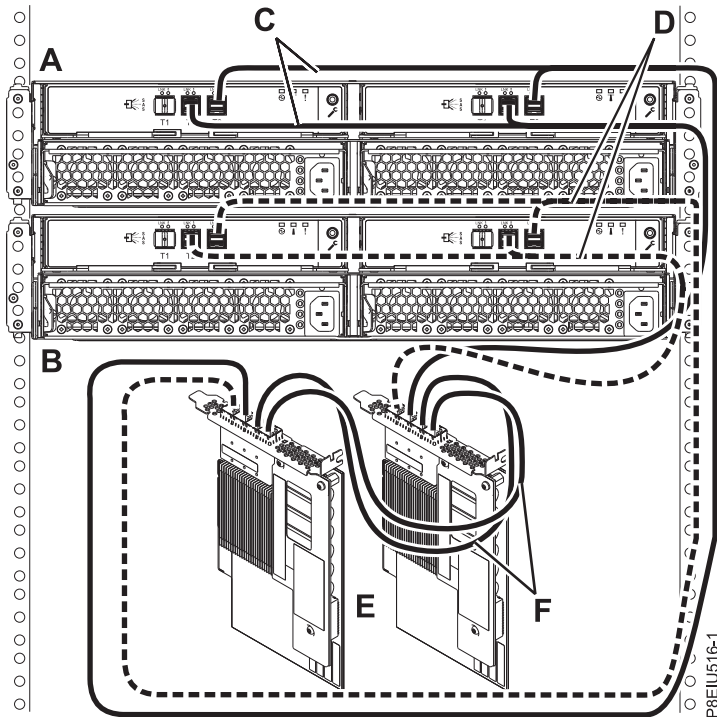

Abbildung 17. Modus 1-Anschluss von zwei ESLL- und ESLS-Speichereinheiten mit YO12-Kabeln an ein SAS-Adapterpaar (FC EJ0L oder FC EJ14) mit AA-Kabeln
17. Schließen Sie zwei Gehäuse im Modus 1 (**A und B**) mit YO12-Kabeln (**C und D**) an ein SAS-Adapterpaar (FC EJ0L oder FC EJ14) (**E**) mit AA-Kabeln (**F**) an (siehe Abb. 17 auf Seite 20) und fahren Sie anschließend mit „Kabel und Netzkabel anschließen und Abdeckungen installieren“ auf Seite 24 fort.